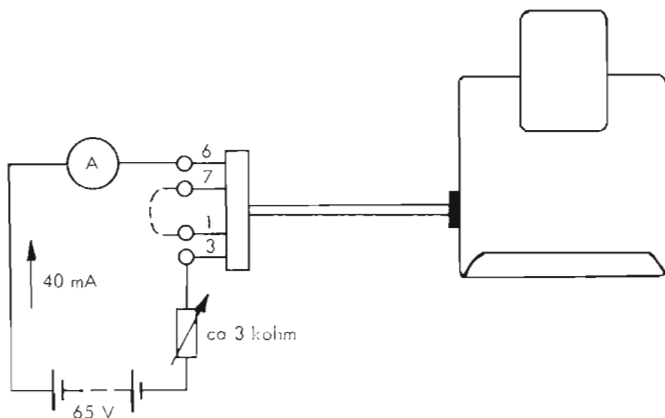

Bild 9. Koppling på stiftproppen
2. Anslut stiften 3 och 6 på den åttapoliga stiftproppen till en 65 V likströmskälla i serie med ett variabelt motstånd och en amperemeter (bild 9).